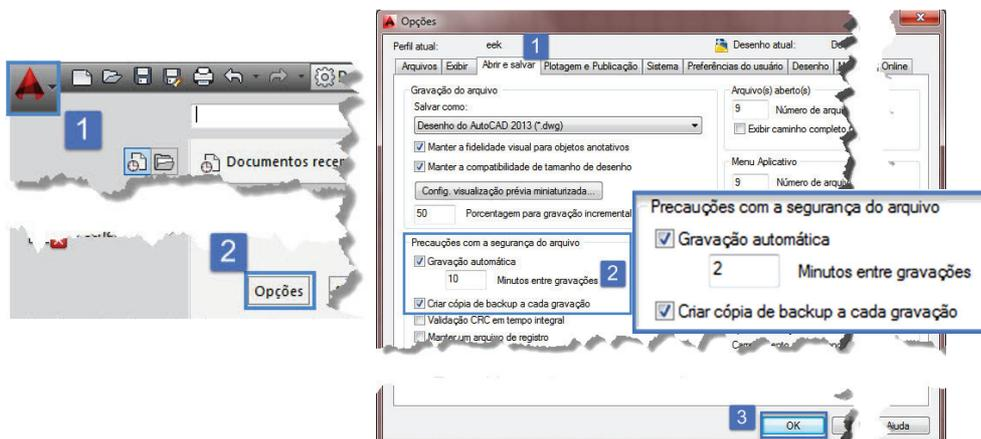

Figura 15: Configuração do autosalvamento do desenho
Acessando as opções do desenho através do ícone do aplicativo (1) e o botão OPÇÕES (2), indicados na Figura 15. Uma janela de configurações é aberta. Acesse a aba Abrir e Salvar (1), e ajuste os minutos de gravações (2), conforme apresentado na Figura 15. Para finalizar pressione o botão OK (3).